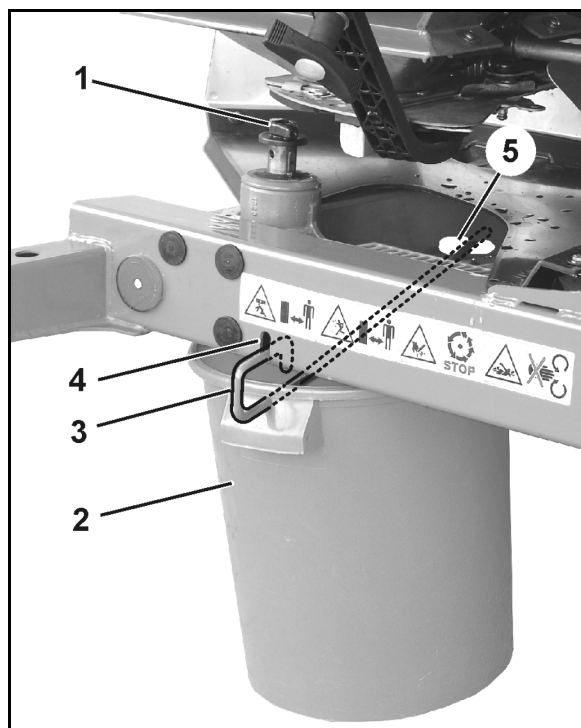

Fig. 63
- 2.1 Dévissez la vis à ailettes (Fig. 63/1) fixant le disque d'épandage et retirez ce dernier de l'arbre de boîtier.
3. Accrochez l'auge d'étalonnage (Fig. 63/2) à l'aide de l'étrier (Fig. 63/3) sur les points d'accrochage (Fig. 63/4 et Fig. 63/5) fixés au châssis.